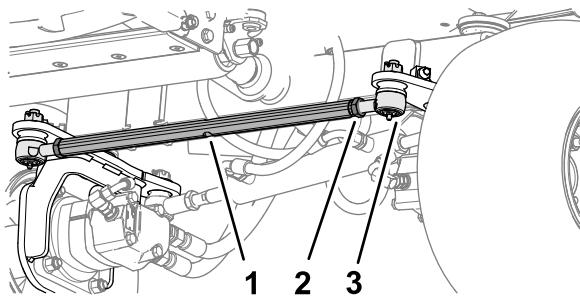

Figura 65
de varilla de acoplamiento al extremo de la varilla (Figura 65).
2. Alinee las ruedas girando la varilla de acoplamiento (Figura 65).
5. Apriete las 2 tuercas autoblocantes para fijar el conjunto de varilla de acoplamiento y los extremos de la varilla (Figura 65).